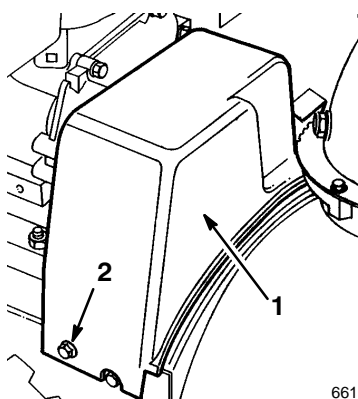

Figure 21
3. Retirez les 2 vis de fixation du carter de courroie et mettez ce dernier de côté (Fig. 21).
Si la courroie de tarière/roue hélice (Fig. 21) est usée, détendue, imbibée d'huile ou endommagée de quelque autre manière, remplacez-la par une courroie neuve, en vente chez votre concessionnaire Toro agréé.
2. Retirez les 2 vis de fixation du carter de courroie et mettez ce dernier de côté (Fig. 21).